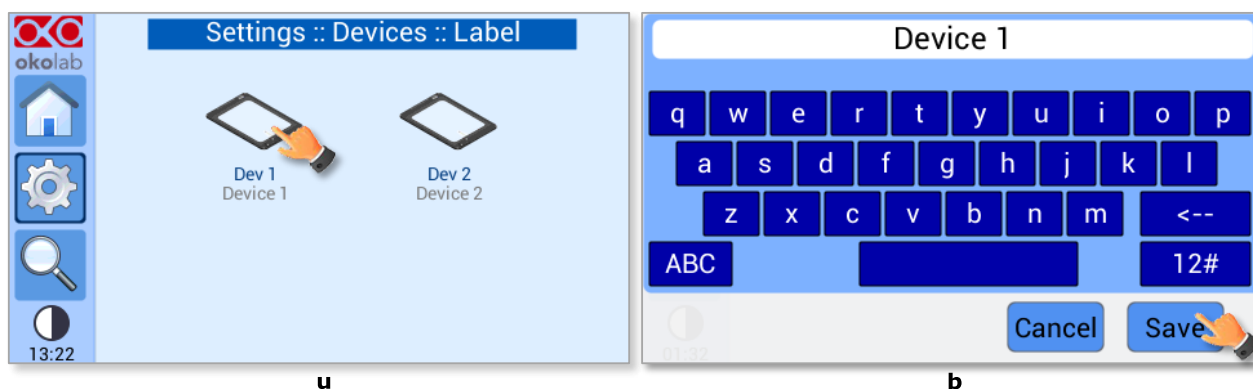

Figura 28. Etichetta del dispositivo (a) Selezione del dispositivo; b) Inserimento dell'etichetta
- 2 Premere sull'icona Dev1 o Dev2 nella sottopagina che si aprirà come Figura 28 (a).
- 3 Inserire l'etichetta desiderata utilizzando la tastiera che apparirà, come mostrato nella Figura 28(b). Premere